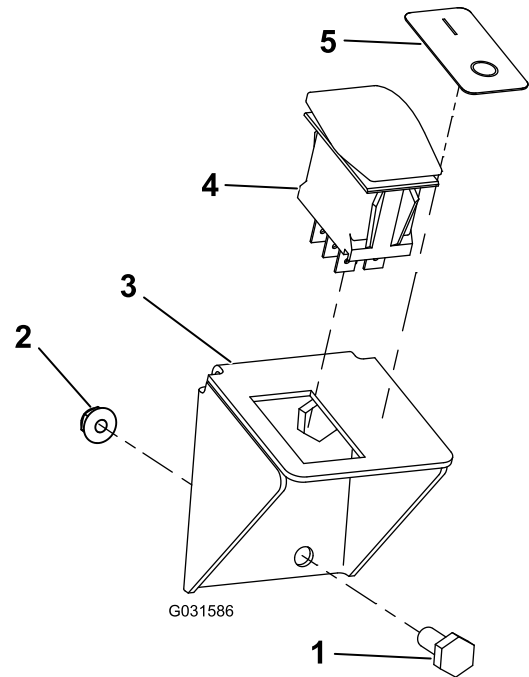

图9
- B. 用 2 个螺栓和 2 个凸缘螺母将开关支架安装到仪表板上 图9。
4. 将开关线束连接到开关 图9 和 图11。
5. 在开关旁边贴上标贴 (图9)。